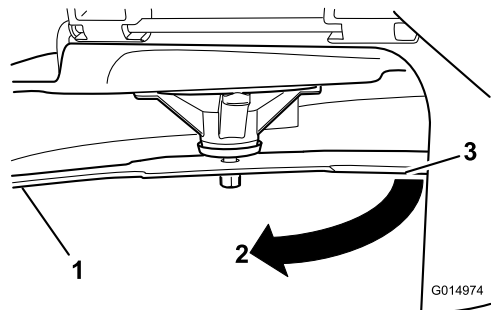

Figura 72
4. Rode a mesma lâmina 180 graus para que a extremidade de corte oposta fique na mesma posição (Figura 72).